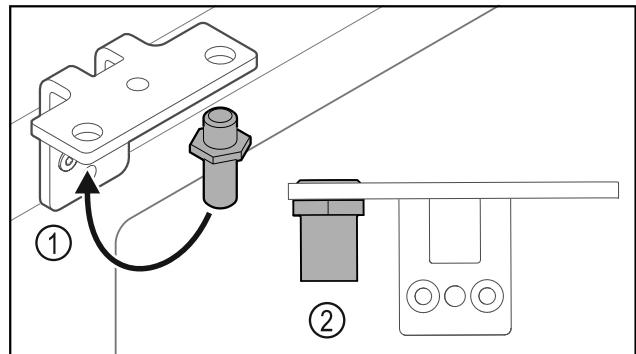

Fig. 30
- Sett om bolten Fig. 30 (1) i hengselvinkelen.
- Trekk til bolten Fig. 30 (2) med et tiltrekkingsmoment på **12 Nm**.